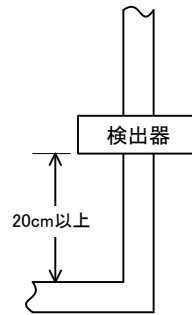

図4.2.2
- ② 導体が曲がっている位置からは 20cm 以上離して設置してください（図 4.2.2）。